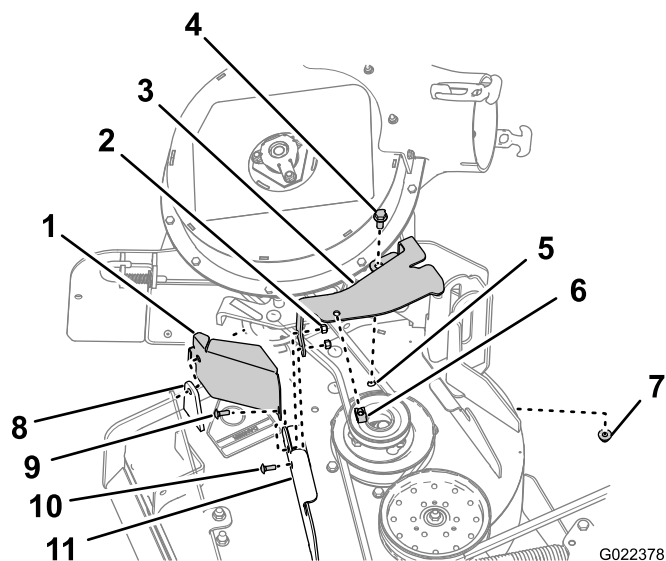

Figure 7
1. Alignez les trous du couvercle de poulie sur le trou dans le support de déflecteur avant et sur le trou extérieur à l'avant de la bride de plateau (Figure 7).
2. Alignez le support de couvercle de courroie sur les trous situés à l'arrière de la bride avant du plateau (Figure 7)
3. Fixez la protection de poulie et le support du couvercle de courroie sur la bride avant du plateau au niveau du trou extérieur au moyen du boulon de carrosserie (1/4 x 1 po, kit CE) et du contre-écrou (1/4 po, kit ventilateur) retirés à l'opération 1 de Dépose du support de couvercle de courroie (page 4) ; voir Figure 7.
4. Fixez le support du couvercle de courroie à la bride avant du plateau au niveau du trou intérieur au moyen d'un boulon de carrosserie (1/4 x 3/4 po, kit ventilateur) et du contre-écrou (1/4 po, kit ventilateur) retirés à l'opération 1 de Dépose du support de couvercle de courroie (page 4) ; voir Figure 7.
5. Alignez le trou dans la bride arrière du support du couvercle de courroie et le trou dans le plateau duquel vous avez retiré le support du couvercle de courroie à l'opération 1 de Dépose du support de fixation du couvercle (page 3) ; voir Figure 7.
6. Fixez la bride arrière du support du couvercle de courroie au plateau au moyen d'un boulon à tête hexagonale (3/8 x 1 po) et du contre-écrou (3/8 po) retirés à l'opération 1 de Dépose du support de fixation du couvercle (page 3) ; voir Figure 7.
7. Alignez l'écrou à clip sur le trou au sommet du support du couvercle de courroie et poussez-le sur le support (Figure 7).